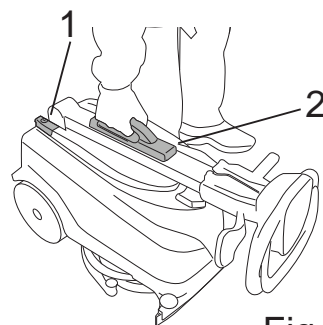

Fig.6
- Выключите машину главным выключателем (рис. 6 - поз. 1).
- Поднимите машину за ручку на рукоятке (рис. 6 - поз. 2).